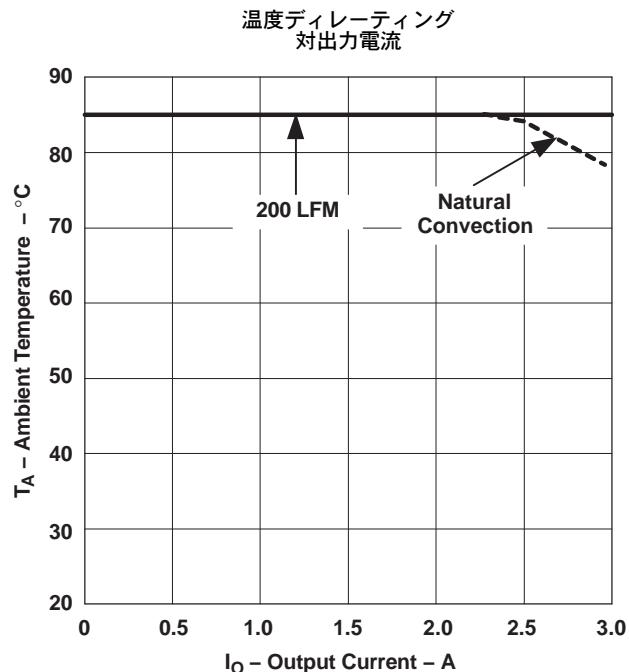

図 4.
- (2) 温度ディレーティング曲線は、内部コンポーネントがメーカーの指定した最大動作温度以下になる条件を表します。ディレーティング制限は、2オンス (56.69 グラム) の銅を使用した、100mm × 100mm の両面PCBに直接半田付けされたモジュールに対して適用されています。表面実装パッケージの場合は、電源ピンの周辺に放熱用の複数のビア (メッキされたスルーホール) が必要です。詳細については、メカニカル・データを参照してください。図4に対して適用されます。